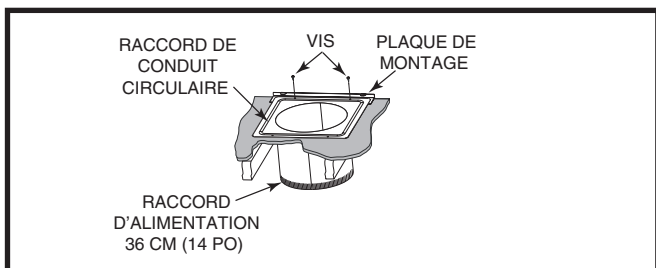

Figure 9. Raccord de conduit circulaire installé
3. Installez la plaque de montage sous la surface arrière du raccord de conduit. Voyez la Figure 9 \(page 8\).